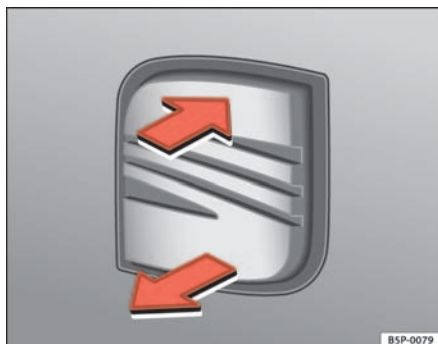

Fig. 66 Porta-bagagens: abertura a partir do exterior
- Puxe o manípulo e levante a tampa ⇒ fig. 66. O porta-bagagens abre-se automaticamente.